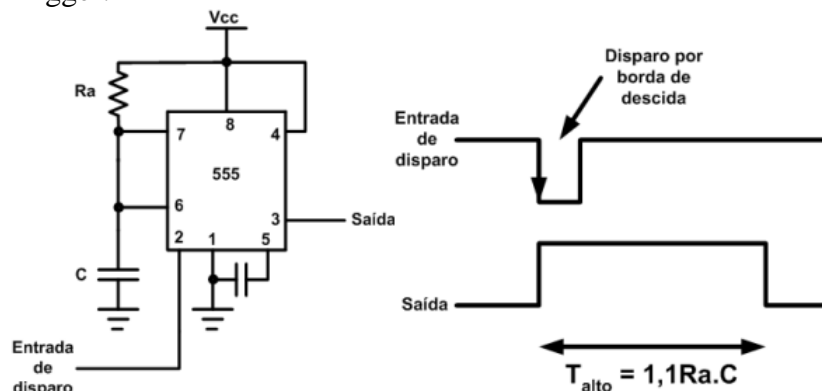

Figura 3 – circuito do 555 como Monoastável.
Uma configuração possível para o modo de funcionamento monoastável ou de disparo único encontra-se ilustrado na figura 3. Neste modo de funcionamento é gerado na saída do 555 um pulso com nível Alto de duração proporcional a $R_a.C$, após ativação da entrada de Trigger.
9. Com base no circuito da figura 3, deseja-se projetar, montar e simular (software PROTEUS em casa) um circuito de disparo único cujo tempo de duração deste pulso seja de aproximadamente 0,5s. (OBS: faça os cálculos com base nos componentes disponíveis na bancada).